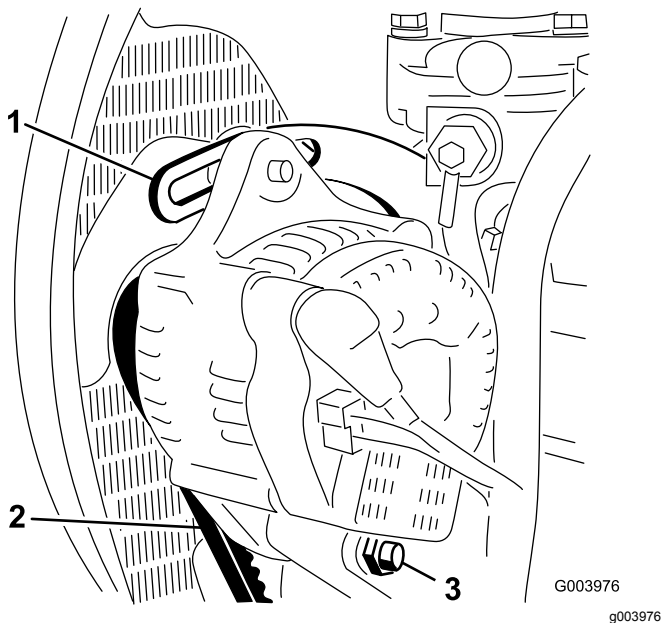

Figure 54
2. Contrôlez la tension de la courroie d'alternateur (Figure 54) en exerçant une force de 10 kg à mi-distance entre les poulies d'alternateur et de vilebrequin.
4. Desserrez le boulon de fixation du renfort au moteur (Figure 54), le boulon de fixation de l'alternateur au renfort et le boulon de pivot.